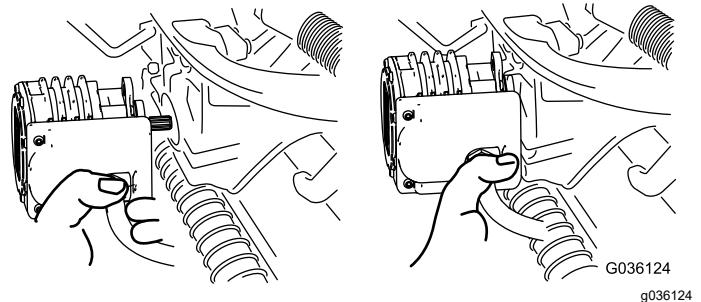

Bild 69
5. Legen Sie den Motor am Aufbewahrungsplatz vorne am Aufhängearm ab (Bild 69).